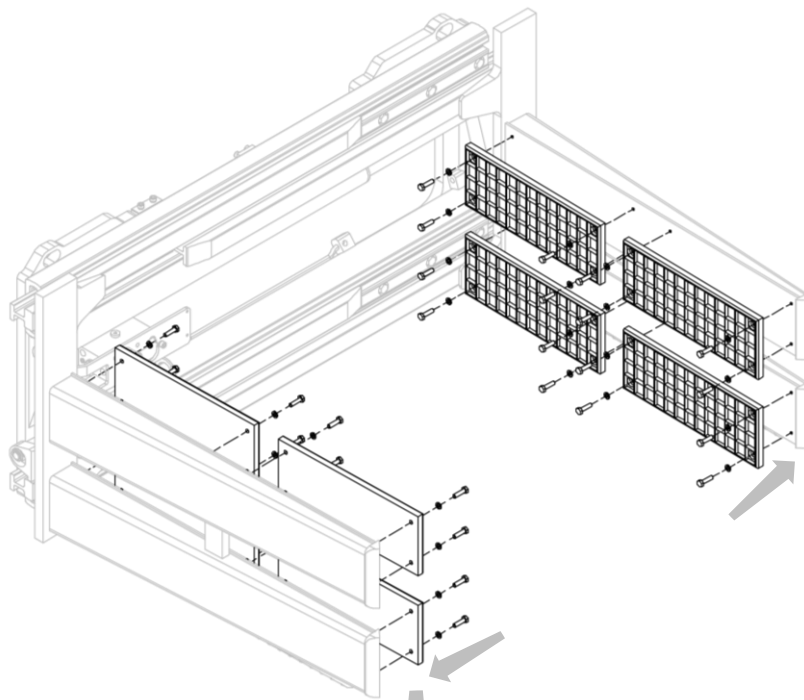
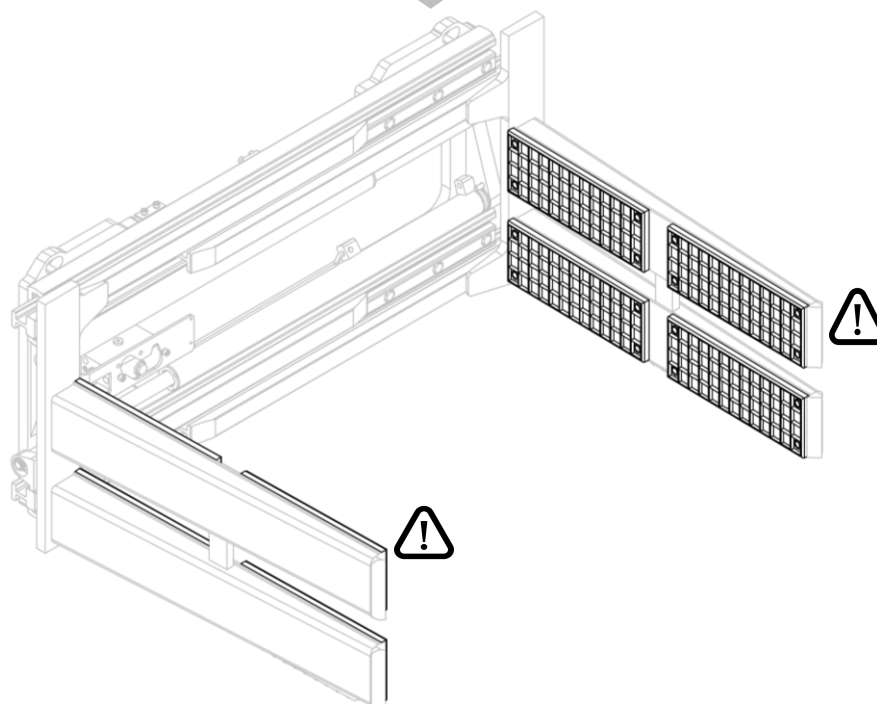

Figura 15
Figura 16
3. Instalar los platos cauchados sobre los brazos con los tornillos correspondientes (mira *Figura 15* y *Figura 16*).